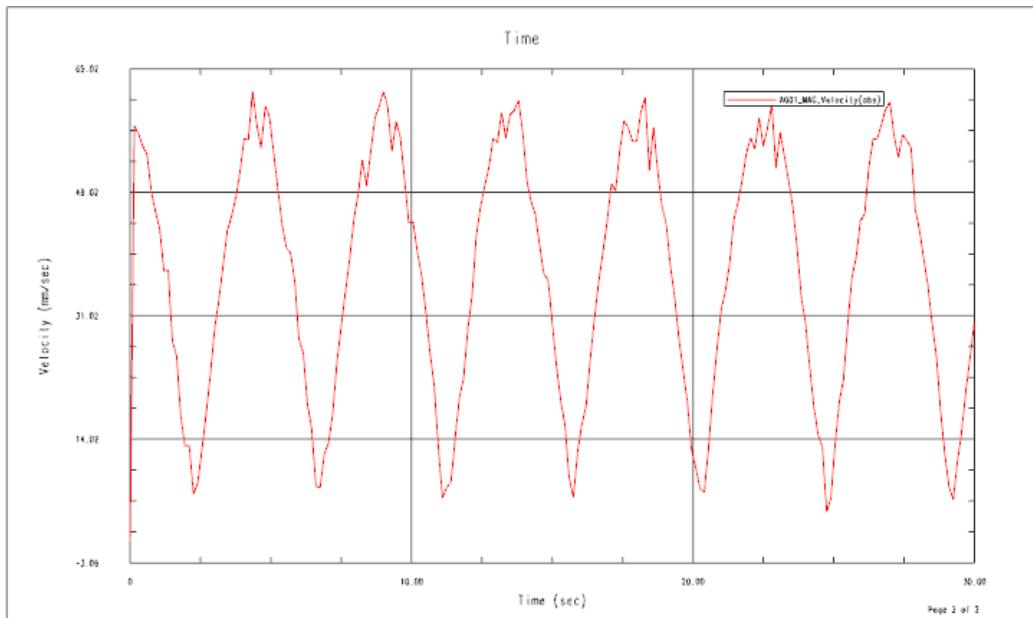

图 10.1.19 速度-时间曲线
(3) 定义保存路径。选中“图表”对话框中的  保存 复选框，然后单击 按钮，选择 D:\ug85.16\work\ch10.01\ok\sine\_mech\_asm\sine\_mech\_asm.afu 为保存路径。
(4) 单击 确定 按钮，系统进入函数显示环境并显示杆件的速度-时间曲线，如图 10.1.19 所示。